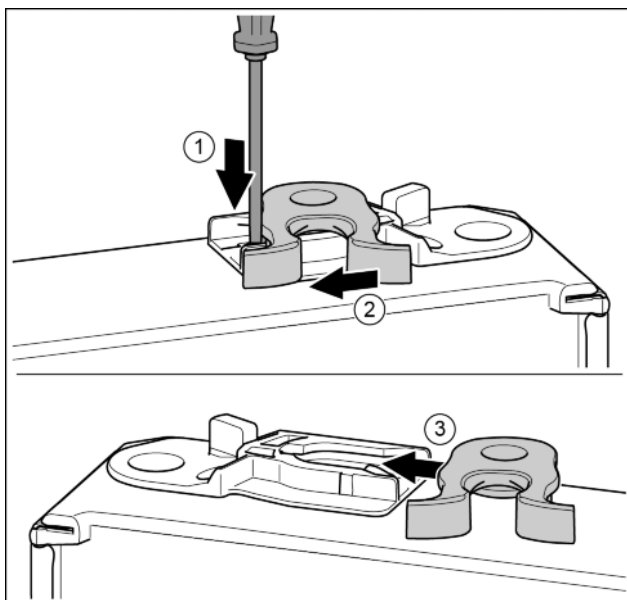

Fig. 14
- ▶ Onderkant van de deur wijst naar boven: Deur draaien. Fig. 14 (1)
- ▶ Lip met sleufschroevendraaier naar onder drukken. Fig. 14 (2)
- ▶ Sluithaak uit de geleiding trekken. Fig. 14 (3)
- ▶ Sluithaak aan de andere kant van de geleiding schuiven. Fig. 14 (3)